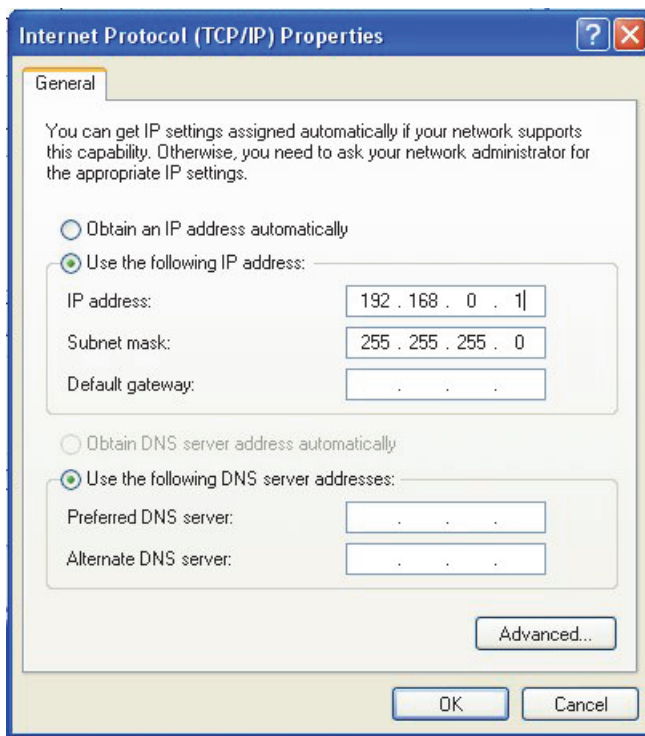

图 7-9 互联网协议（TCP/IP）属性对话框（Windows XP）
7. 在 **Internet Protocol (TCP/IP) Properties** (互联网协议属性) 对话框中, 选择 **Use the following IP address** (使用以下 IP 地址) (参见第 199 页的图 7-9)。